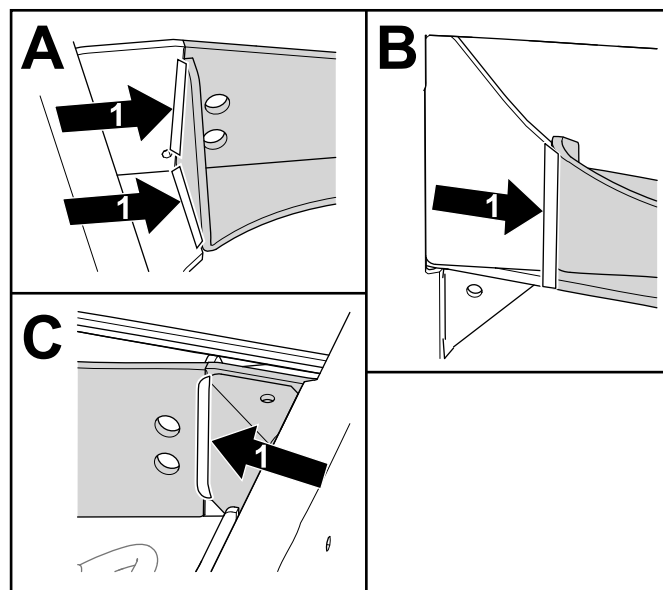

Figura 15
1. Suelde el soporte del eje al bastidor en las áreas que se muestran en la Figura 15. Repita el procedimiento en el otro lado.